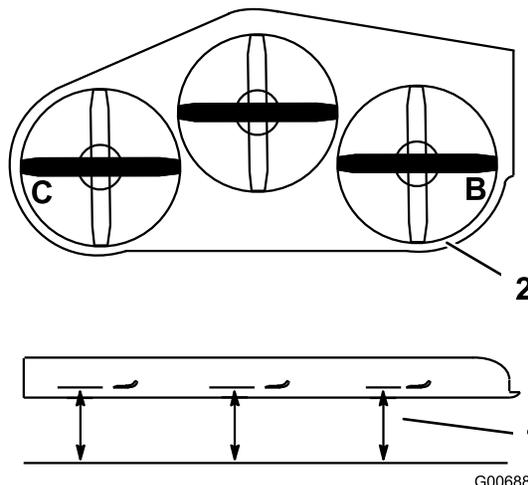

Bild 82
3. Stellen Sie die Schnittmesser in Querrichtung. Messen Sie von einer ebenen Fläche bis zu den Stellen **B** und **C** an den Schnittkanten der Messerspitzen (Bild 82).